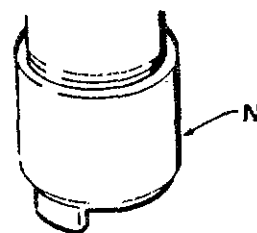

Fig. 4
Låt pumpen arbeta långsamt i minst 5 minuter, stanna den sedan och koppla loss luftslangen. Tryck upp inloppsventilens (N) kula för att tömma pumpens nedre del. Se fig 4. Vänd pumpen och töm den övre delen.